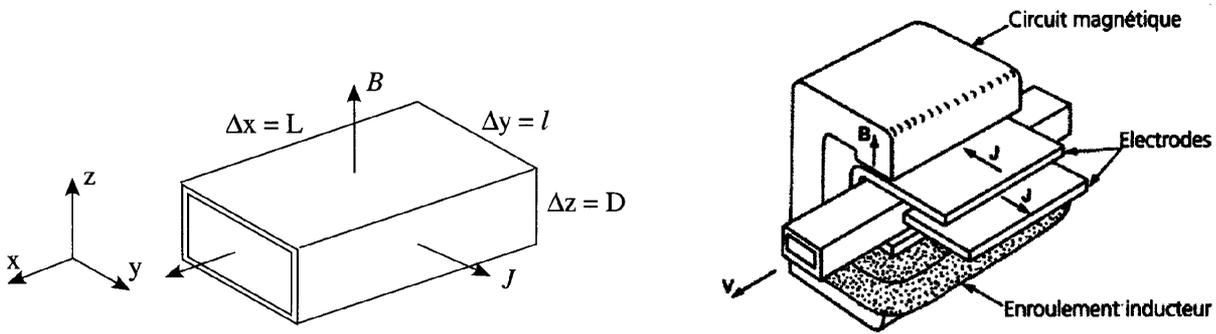
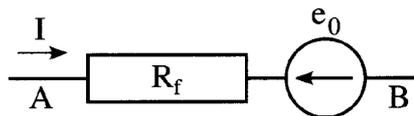

Figure 3
Figure 4a
On étudie le système schématisé figure 3; le sodium liquide se déplace dans un conduit cylindrique de longueur  $\Delta x = L$ , de section rectangulaire  $\Delta y = l, \Delta z = D$ . Les deux côtés perpendiculaires à  $Oy$  sont des électrodes ayant pour aire  $\Delta x \Delta z$ ; on négligera les modifications de vitesse à leur voisinage; la vitesse du fluide est alors supposée uniforme.
c) Expliciter la relation entre la ddp  $V_A - V_B$  et l'intensité  $I$  qui traverse le fluide. Montrer que le schéma de la figure 4a est équivalent au dispositif de la figure 3, et en préciser les éléments  $R_f$  et  $e_0$ .